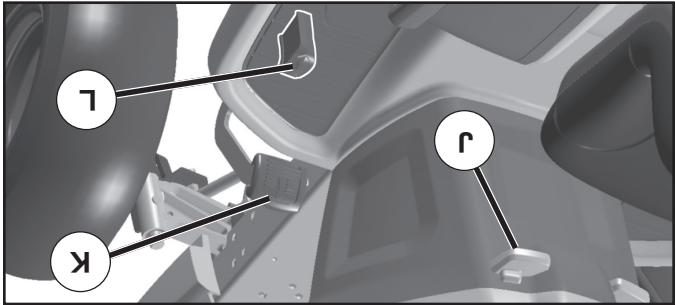

Fig. 7
(Vea Fig. 7)
UTILIZAR EL MANDO CRUCERO (J) (Vea Fig. 7)